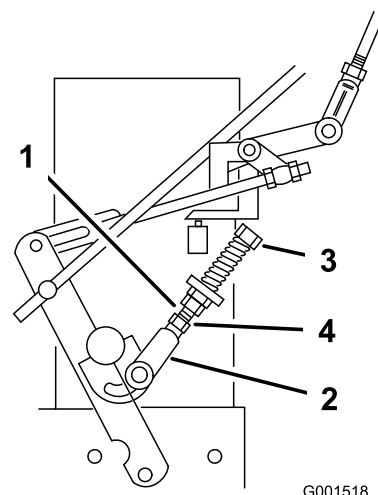

Figura 37
9. Si la rueda gira con la palanca de avance en punto muerto, los acoplamientos del control de punto muerto deben ser ajustados (Figura 37). Si la rueda se detiene, vaya al paso 12.
10. Afloje la tuerca de la horquilla del acoplamiento del control de punto muerto (Figura 37).
11. Ajuste el acoplamiento del control de punto muerto hasta que la rueda motriz correspondiente deje de girar con la palanca sujeta contra el muelle de punto muerto (posición de punto muerto) (Figura 37).
contrario a las agujas del reloj si la rueda gira hacia adelante (Figura 37).